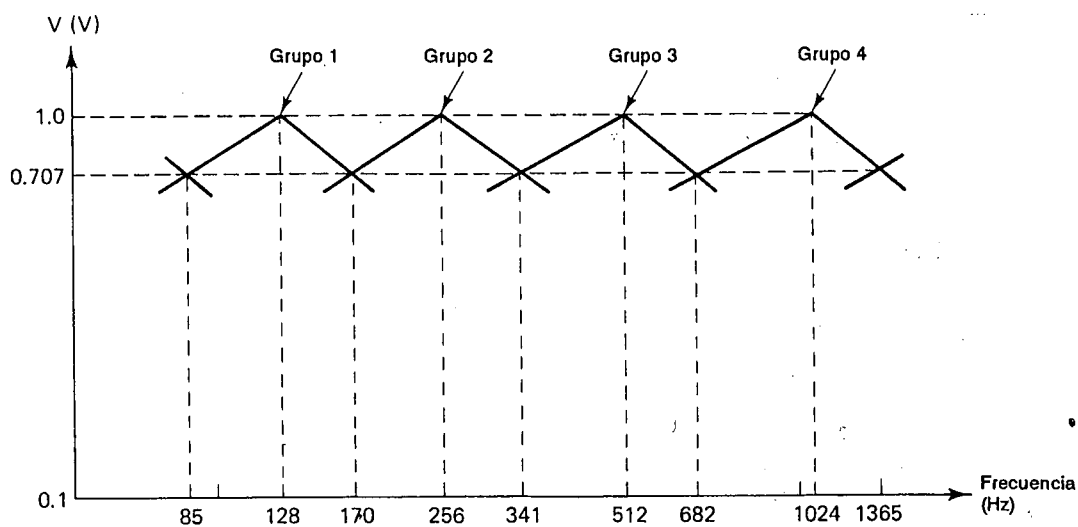

FIGURA LE11-3A
- 11-3.** Un ecualizador de estéreo de 10 bandas permite al operador sumar, incrementar o disminuir la señal en ciertas frecuencias a lo largo del espectro de audio; el ecualizador estará equipado con 10 controles para los distintos canales. Los 10 controles dividen el espectro de audio en 10 octavas. La frecuencia central de los intervalos de cada octava son 32, 64, 128, 256, 512, 1024, 2048, 4096, 8192 y 16,384 Hz. Por tanto, el circuito principal del ecualizador es un filtro pasa banda con las frecuencias centrales antes mencionadas. Si el circuito se diseña con una $Q=1.5$, el 0.707 señala en el espectro de frecuencias el punto donde cada filtro se intersectará con su vecino. En la figura LE11-3a se observan las gráficas correspondientes a las frecuencias de 128, 256, 512 y 1024 Hz.